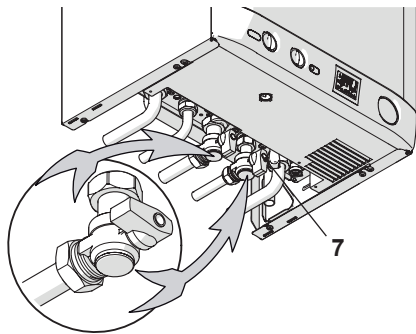

Рисунок 9.3
- Закройте кран подачи воды в системе горячего водоснабжения 7, см. Рисунок 9.3.